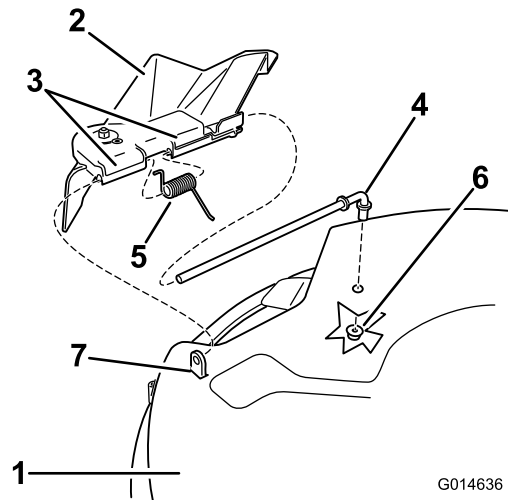

Figure 66
- Retirez l'écrou ( $\frac{3}{8}$  po) de la tige, sous le tablier de coupe (Figure 66 et Figure 67).
- Sortez la tige de la courte cheville de positionnement, du ressort et du déflecteur d'herbe (Figure 66 et Figure 67).
- Reposez le déflecteur d'herbe (Figure 66 et Figure 67).
- Insérez la tige dans le deuxième support du déflecteur d'herbe (Figure 66 et Figure 67).
- Fixez l'extrémité arrière de la tige dans le tablier de coupe à l'aide d'un écrou (3/8 po), comme montré à la Figure 66 et Figure 67.